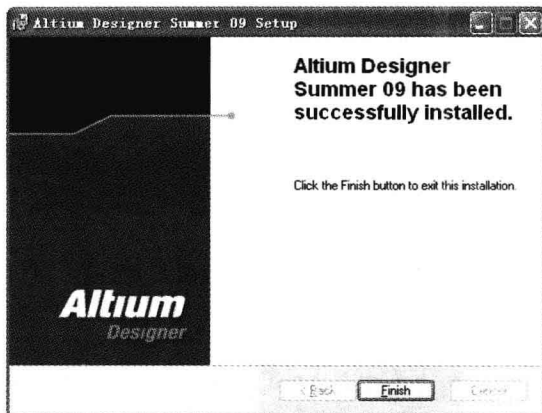

图 1-8 安装成功信息显示窗口
(8) 安装过程可能需要十几分钟,安装结束后将会弹出对话框提示安装成功,即“Altium Designer Summer 09 has been successfully installed.”,如图 1-8 所示。单击 **Finish** 按钮,